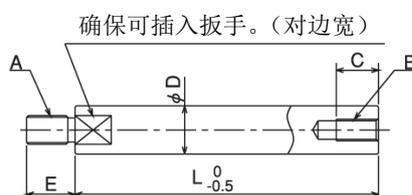

图 20
- 拉杆应按照图 20 的尺寸 D，并使用拉伸强度为 380Mpa (38kgf/mm²) 以上的材质。